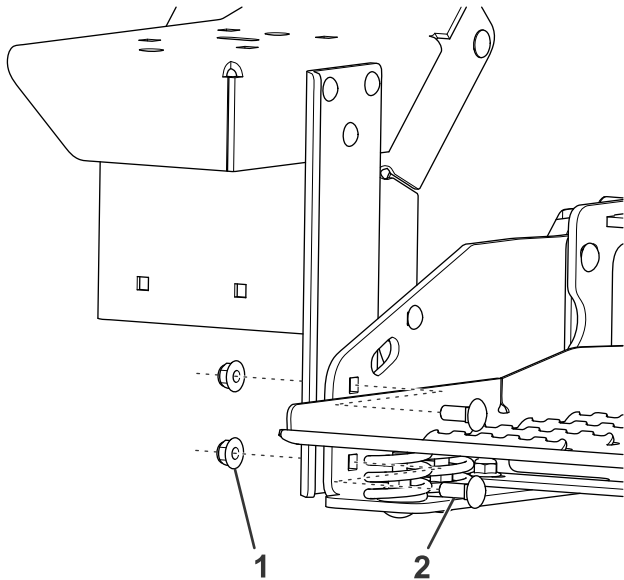

Figure 4
8. Fixez le bas du support vertical gauche à la plate-forme conducteur à l'aide de 2 boulons (3/8 po) et écrous à embase (Figure 4).